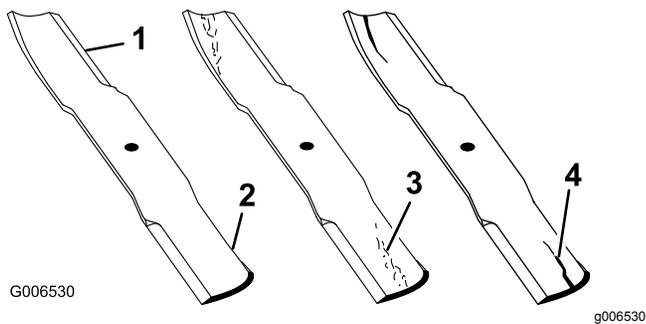

Figure 45
1. Examinez le tranchant des lames (Figure 45).
4. Remplacez immédiatement toute lame fendue, usée ou qui présente une entaille sur cette partie (Figure 45).